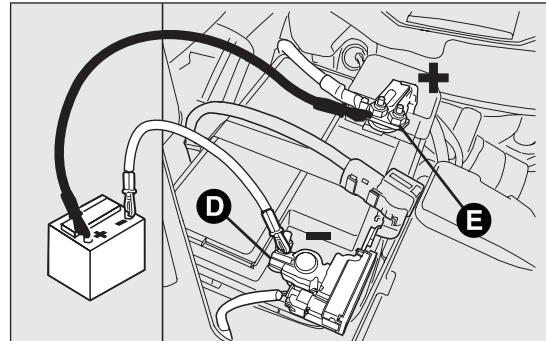

Abb. 130
- schließen Sie das Pluskabel des Ladegerätes am Pluspol der Batterie E Abb. 130 und das Minuskabel an der Klemme des Sensors D an;